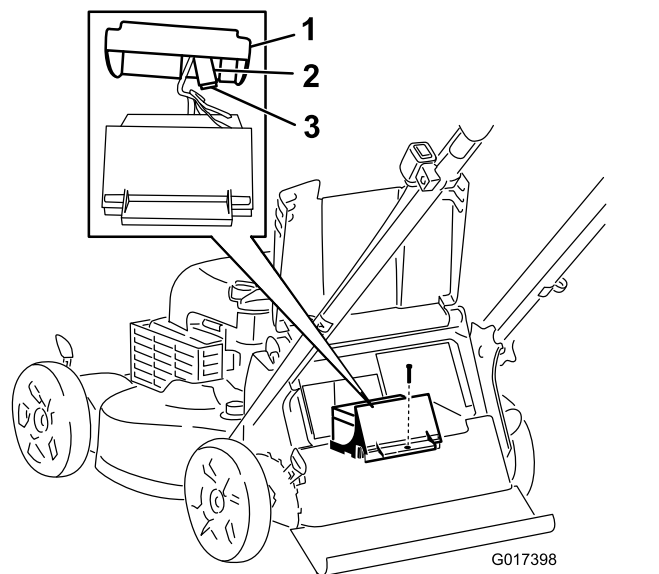

Figura 31
3. Retire o parafuso que prende o compartimento, retire a bateria e localize o fusível (Figura 31).
4. Volte a colocar o fusível no porta-fusíveis (Figura 31).